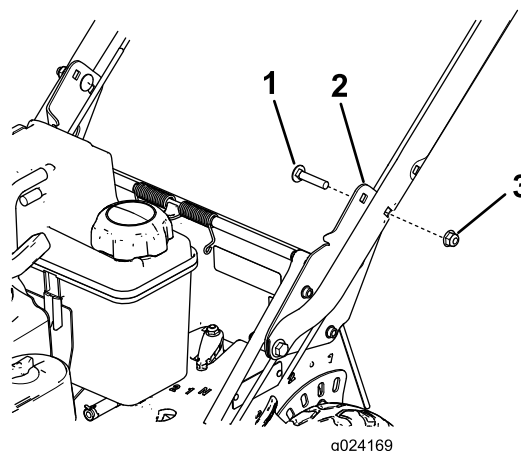

Figure 6
2. Support de guidon (2)
6. Fixez le guidon sur ses supports à la hauteur qui convient au moyen de 2 boulons de carrosserie (5/16 x 1½ po) et 2 écrous à embase (5/16 po), comme montré à la Figure 6.